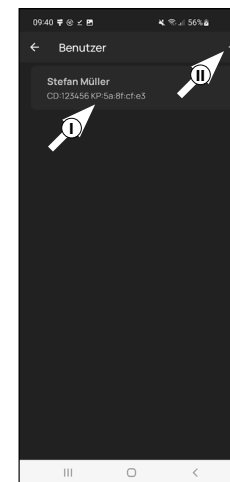

Fig. 2
- ! **Remarque :** Sinon, vous pouvez aussi créer à ce stade un nouveau profil d'utilisateur supplémentaire. Pour ce faire, appuyez sur « + » en haut à droite (II) (Fig. 2).